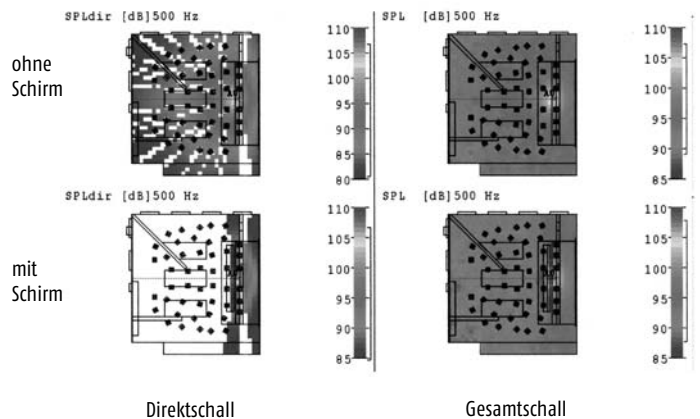

Abb. 6: Schallverteilung im Probensaal des Staatstheaters Braunschweig, 500 Hz-Oktave
Die Wirkung derartiger Schallschutzschirme kann aus der rechnerisch ermittelten Schallverteilung im Probensaal erkannt werden, wie sie in Abbildung 6 wiedergegeben ist. Die Abbildung zeigt den Grundriss des Raums mit der Schallpegelverteilung, die in einer Graustufenskala von 85 bis 110 dB(A) eingetragen ist. Die linke Hälfte zeigt den Pegel des Direktschalls, der also direkt von der Schallquelle (rechts) herrührt, die rechte